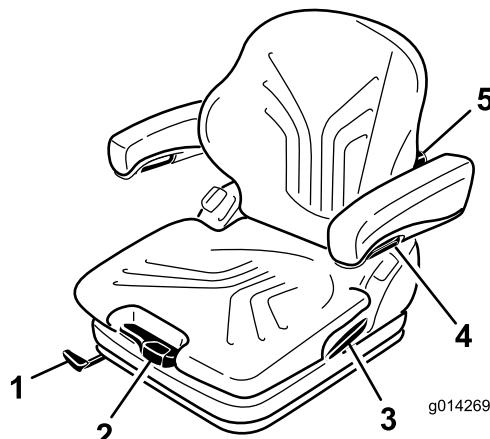

図 16
そして、体重調整レバーを使って、運転する人の体重に合わせます(図 16)。
- 調整は、レバーを引き上げてシートのロックを解除して行います(図 16)。
調整ノブを上に回すと背もたれの上部の湾曲の調整ができます。調整ノブを下に回すと背もたれの下部の湾曲の調整ができます^{図 16}。
アームレストの高さを調整するには、カバーについている丸いキャップ^{図 16}を外し、裏側にある六角ナット(13 mm)をゆるめて高さを調整し、その位置でナットを締めつけます。ナットにキャップを取り付けます。
アームレストの角度はノブを回して調整します^{図 16}。
ロックレバーを引いてバックレストキャッチを外します^{図 16}。この時、背もたれにもたれかかるなどして力を掛けないようにしてください。